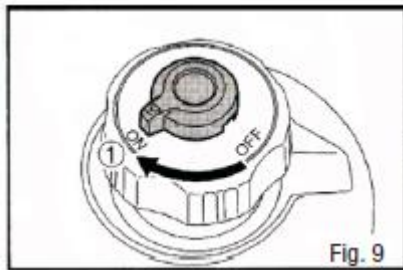

Рис. 9
4. Утримуючи кришку паливного бака так, щоб вона не рухалася, поверніть ручку відвідника повітря у положення «ON» («Увімк.») (рис. 9).